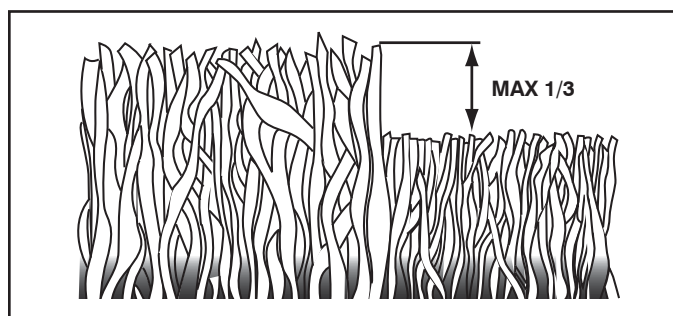

FIG. 16
- Pour les meilleurs résultats, ajustez la hauteur de coupe de la tondeuse afin que la tondeuse coupe seulement le tiers du haut de l'herbe (Voir Fig. 16). Au cas où l'herbe est très haute, il sera nécessaire d'élever la hauteur de coupe pour réduire les efforts de propulsion, pour éviter de surchauffer le moteur et pour éviter l'agglutination et l'abandon de masses d'herbe coupée. Pour les conditions de broyer de l'herbe très difficiles, réduisez la largeur de coupe en imbriquant l'allée auparavant coupée et tondez lentement.